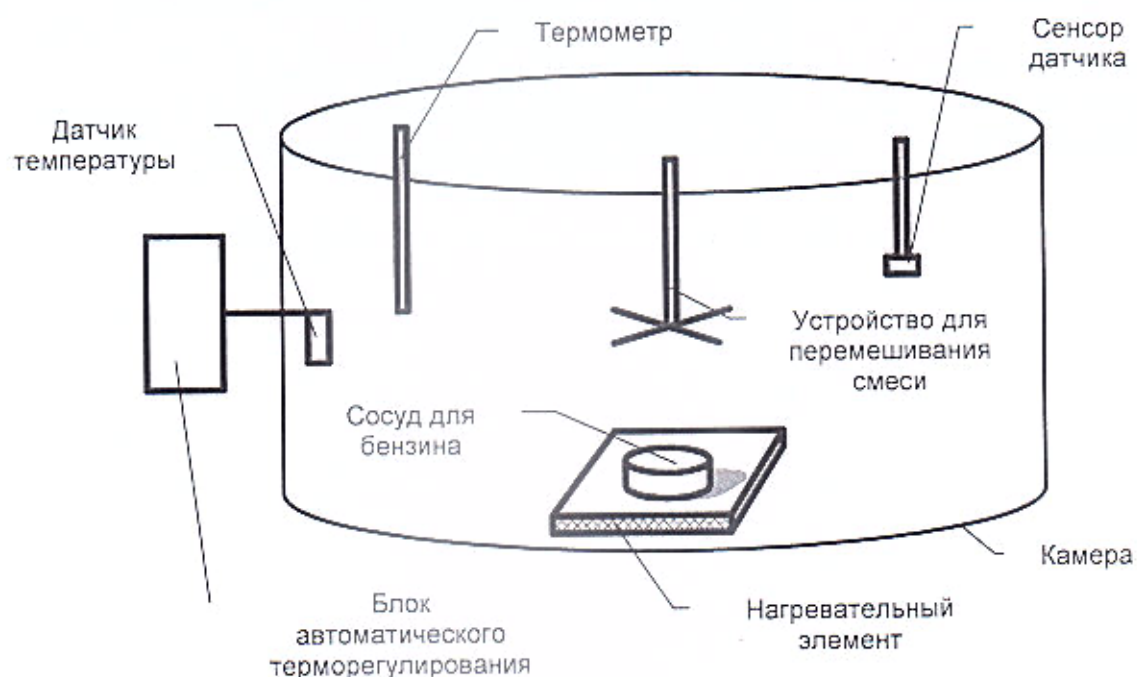

Рис.5. Схема поверки газоанализатора по парам бензина и дизельного топлива.
- 1) Собрать схему для приготавливаемых поворочных концентраций паров бензина в соответствии со схемой, приведенной рис.5.